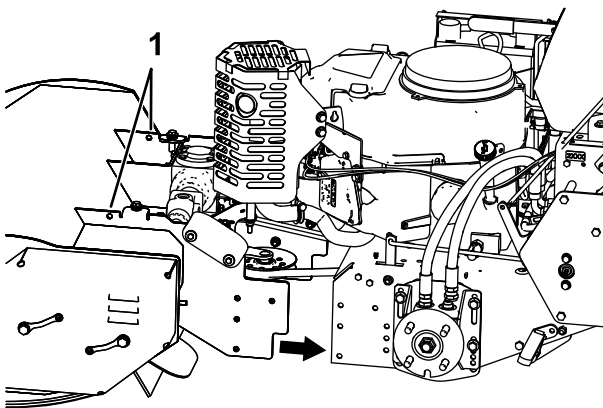

Figure 3
- Déposez le couvercle supérieur de la débroussailleuse et la tige de commande d'engagement de la PDF avant de lever et de placer la débroussailleuse en position contre la machine (Figure 3).